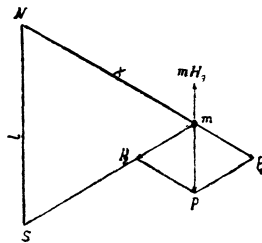

Fig. 48.
129. Eine nordmagnetische Menge m befindet sich im magnetischen Felde der Erde, deren Horizontalkomponente $H_e = 0,2$ [0,195] (0,186) ist. Von Westen her wird ihr ein in der Nord-Süd-Richtung gehaltener Magnetstab NS genähert, dessen Länge 24 [30] (20) cm und dessen Moment 10160 [20000] (18000) (c, g, s) beträgt. Wie groß ist die Kraft, welche auf die Menge $m = 1$ ausgeübt wird, a) in 30 cm, b) in 37,36 cm, c) in 40 cm Abstand des Stabes? (Fig. 48.)